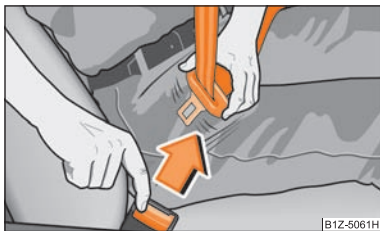

Fig. 134 Eliberarea elementului de prindere din dispozitiv
- Apăsai tasta roșie din dispozitivul de blocare ⇒ fig. 134. Elementul de prindere va sări singur sub acțiunea unui arc.